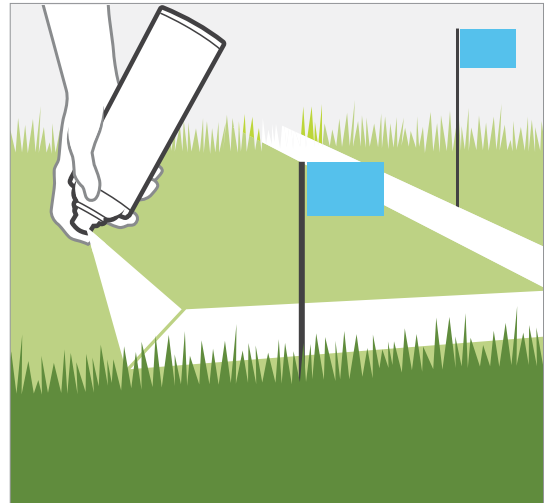

Figura 1
1. Con pintura en spray y banderolas, indique las líneas de tubería desde el P.O.C. hasta las ubicaciones de los colectores de válvulas. Marque el trazado del sistema de riego *Figura 1.*